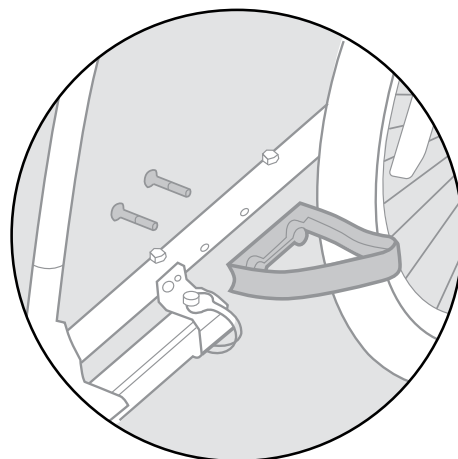

Figura 3
1. Inserte los tornillos del protector de rueda a través del tubo del cuadro. Haga coincidir los agujeros en los protectores de rueda para colocar los tornillos. Apriételos de forma segura con la llave hexagonal (Figura 3).